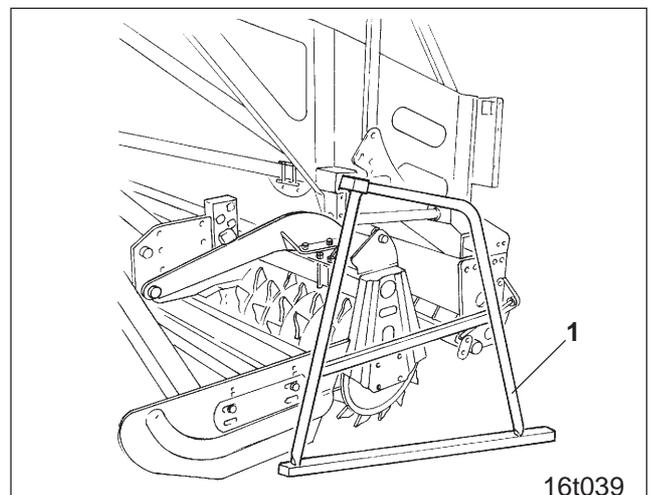

Fig. 7.6
- Elevar el conjunto de la combinación de máquinas y retirar los soportes de apoyo (fig. 7.6/1).